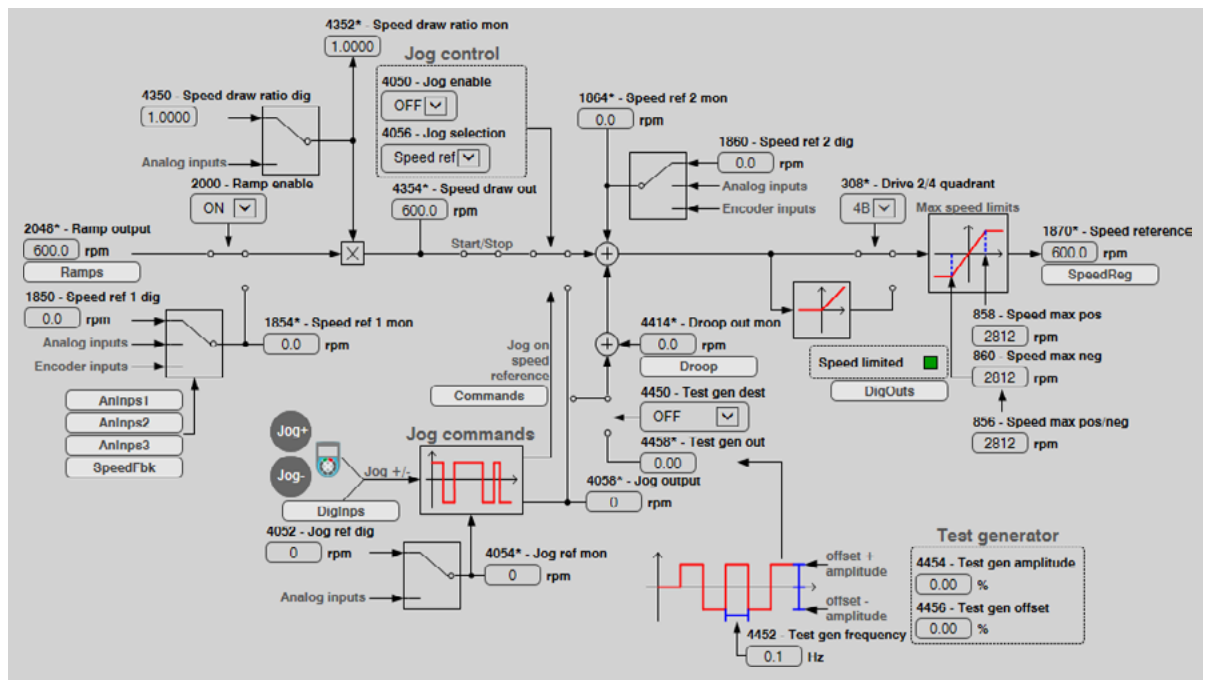

Figura 6-15: Schema generale dei riferimenti di velocità (Speed Reference diagram)
Il parametro 1870-**Speed reference** (menù **MONITOR**) rappresenta il riferimento di velocità complessivo in ingresso al regolatore di velocità **PI** (menù **SPEED REG**). Solo in condizioni di rampa disabilitata (IPA 2048-**Ramp enable = OFF**) equivale alla somma dei due riferimenti di velocità (**Speed ref 1 mon + Speed ref 2 mon**), dopo l'abilitazione e l'applicazione del comando di **Start**, sebbene altri parametri applicabili in cascata possano determinare l'entità ed il segno del riferimento, come risulta dallo schema (vedi figura 6-15), tra cui: